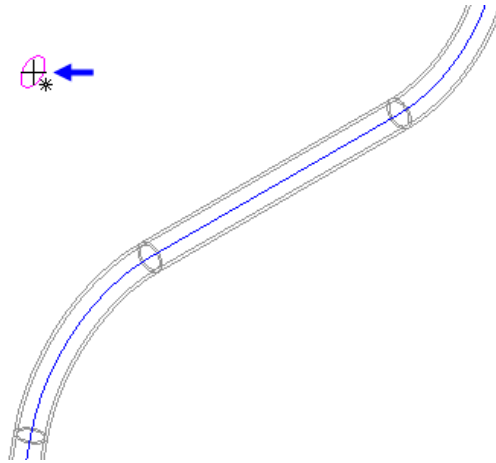

Рисунок 47
- В качестве первой вершины ломаной укажите точку в центре эскиза сечения. Курсор должен находиться в режиме указания вершин  $\dagger_*$  (рис.47).